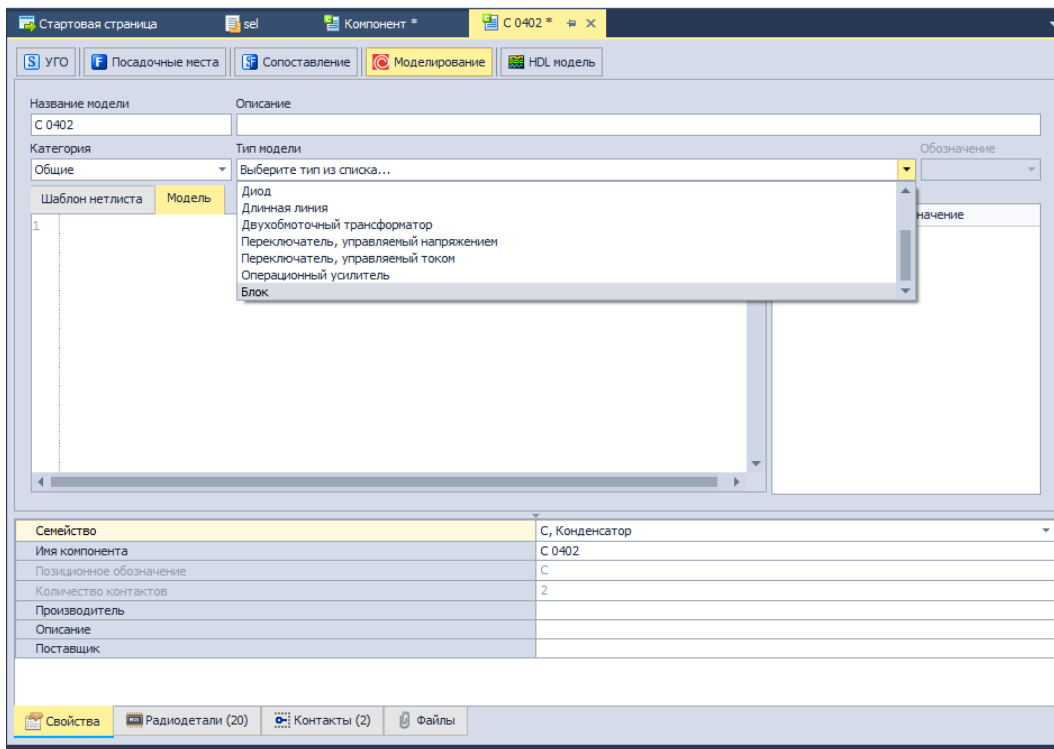

Рис. 17 Выбор типа модели
3. Выберите из списка Тип модели, Рис.17 :